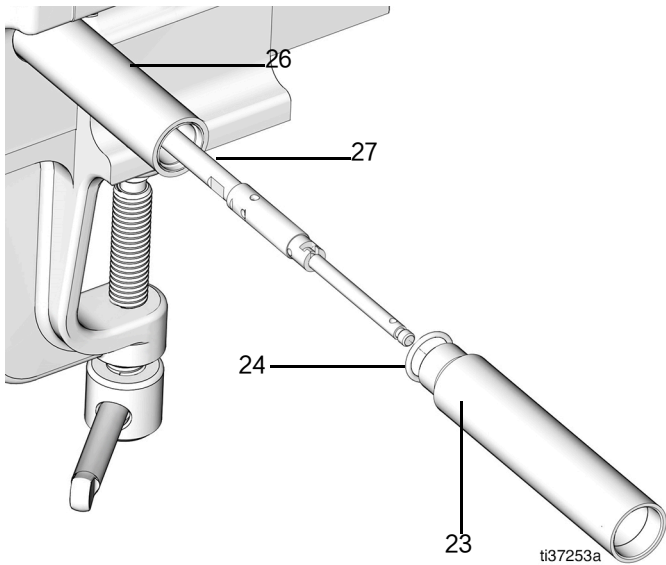

图 61
16. 更换下部泵管上的 O 形圈 (24) 并在其上涂抹少量润滑脂 (图 61)。
17. 将下部泵管 (23) 滑过泵杆 (27) 并连接到延长管 (26) 上 (直至力矩达到 32 英尺-磅/43.4 牛·米) (图 61)。